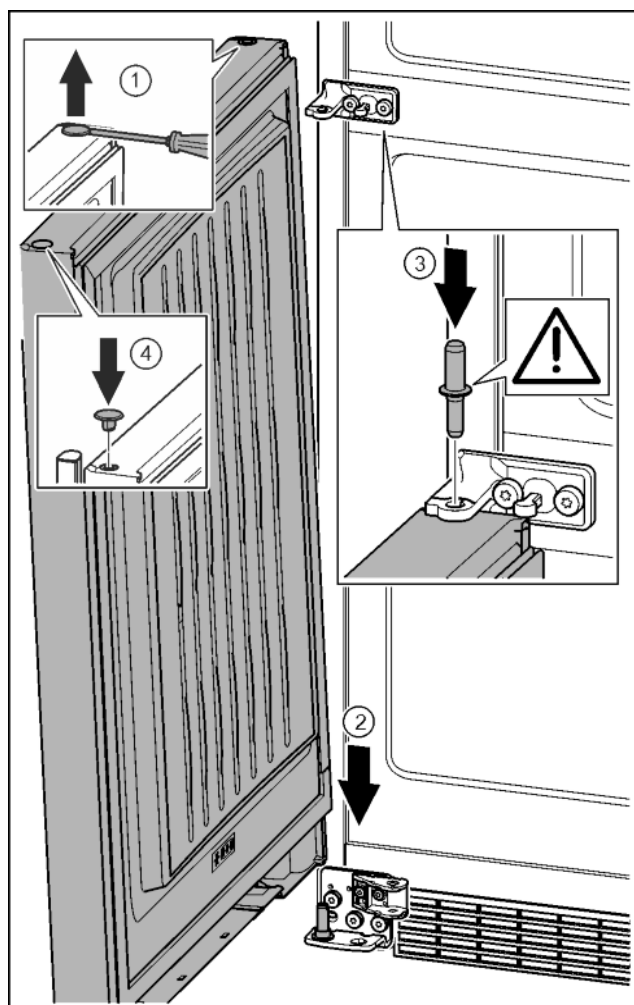

Fig. 33
- ▶ Zatyczkę ostrożnie podważyć przy pomocy śrubokręta i wyjąć. Fig. 33 (1)
- ▶ Założyć drzwi od góry na dolny sworzeń zawiasu. Fig. 33 (2)
- ▶ Przełożyć środkowy sworzeń zawiasu przez środkową płytkę zawiasu, wkładając go w dolne drzwi. Przy tym zwrócić uwagę, by krywka zatrzaskowa wskazywała do tyłu. Fig. 33 (3)
- ▶ Zatyczkę założyć ponownie z drugiej strony drzwi. Fig. 33 (4)